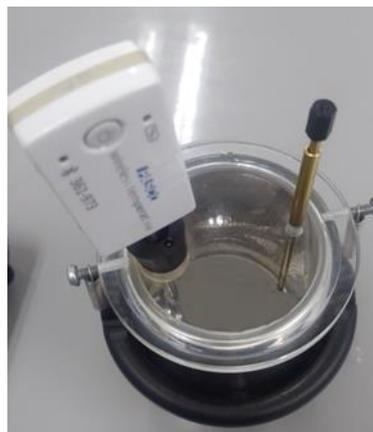

Figura 04: Medición de temperatura del sistema
- e. En el calorímetro colocar 200 ml de agua y hacer uso de las herramientas de análisis del programa para determinar la temperatura inicial T_i del sistema calorímetro y agua. Ver Figura 04.